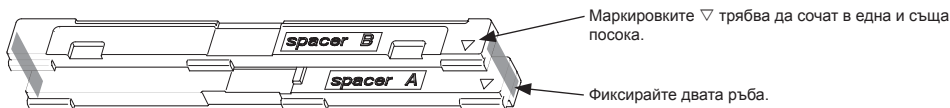

Fig. 3
- 2) Фиксирайте разделителя А и В с лента и ги използвайте, когато дълбочината на вътрешното тяло е под 200 mm. Използвайте единствено разделителя А, когато е 200 mm или повече. (Fig. 3)